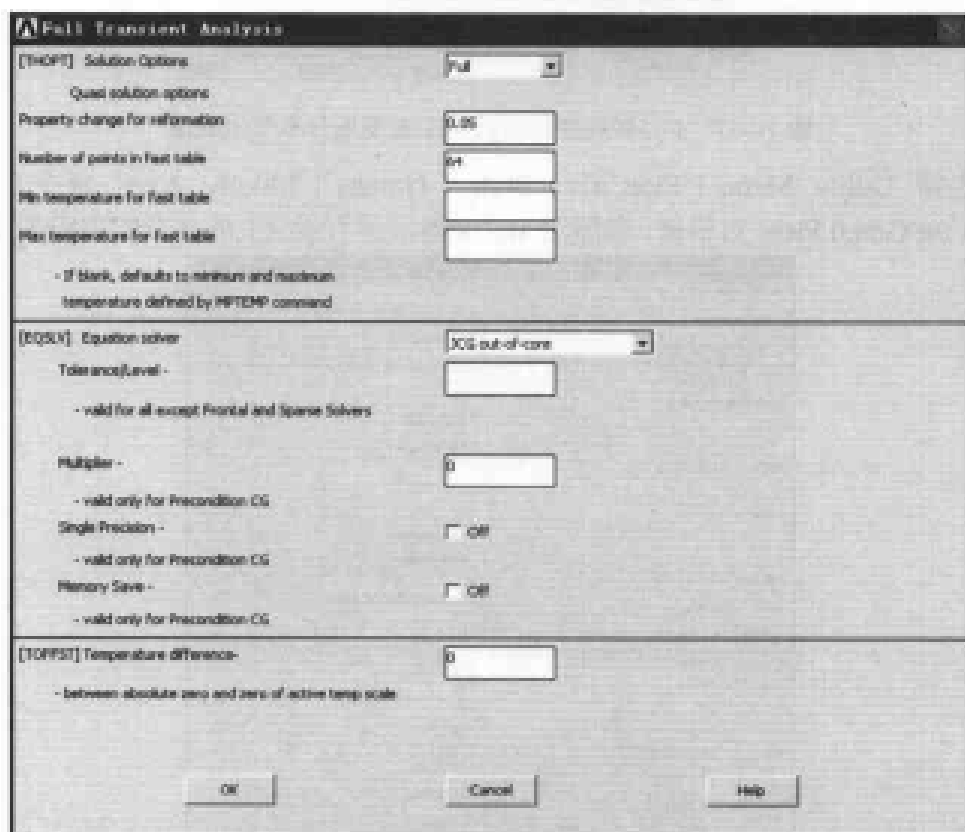

图 10-36 瞬态分析选项设置对话框
(7) 选择 Utility Menu | Select | Everything 命令。
(8) 选择 Main Menu | Solution | Analysis Type | Analysis Options 命令, 出现 Full Transient Analysis 对话框。在 Equation solver 下拉列表框中选择 JCG out-of-core 选项, 其余选项均采用默认设置, 如图 10-36 所示, 单击 OK 按钮关闭该对话框。